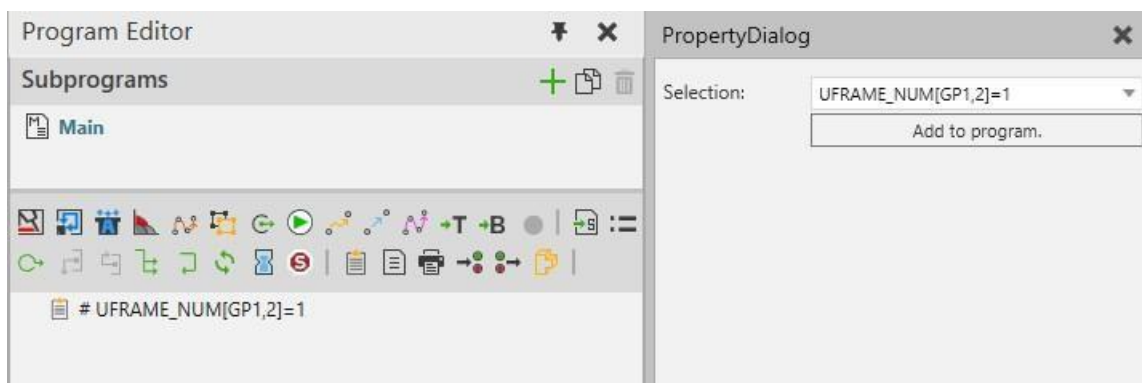

Рисунок 104 – Добавить команды в редактор программы
2. После этого, когда вам нужно будет добавить команды в редактор программы. Нажмите на оператор языка робота на панели инструментов операторов и выберите нужную команду из списка и нажмите добавить в программу (рис.104).